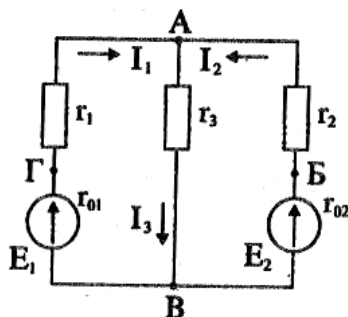

Рис. 1.7
Для электрической цепи, изображенной на рис. 1.7, по известным величинам ($E_1 = 24$ В, $E_2 = 18$ В, $r_{01} = 0,1$ Ом, $r_{02} = 0,2$ Ом, $r_1 = 1,9$ Ом, $r_2 = 1,8$ Ом, $r_3 = 2$ Ом) выполнить следующее:
2.5. Строим потенциальную диаграмму. При построении потенциальной диаграммы для контура ВБАВ в схеме (рис. 1.7) заземлим точку В.